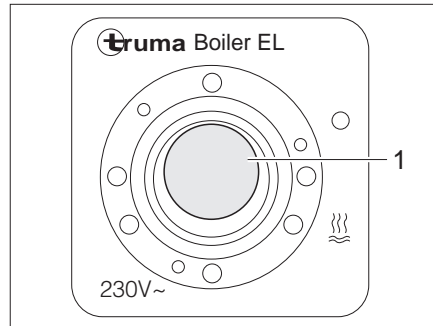

Fig. 121 Commutateur à bascule pour le chauffe-eau Truma (régime électrique 230 V)
- Mettre le commutateur à bascule (Fig. 121,1) en marche. Le voyant de contrôle placé sur le commutateur s'allume. L'eau contenue dans le chauffe-eau est réchauffée à 65 °C.
- Mettre le commutateur à bascule (Fig. 121,1) sur "O". Le voyant de contrôle placé sur le commutateur s'éteint.
- Placer l'interrupteur tournant (Fig. 120,3) de l'unité de commande (Fig. 120) sur "O" (Fig. 120,4) ou régler le commutateur à bascule (Fig. 121,1) sur "O".